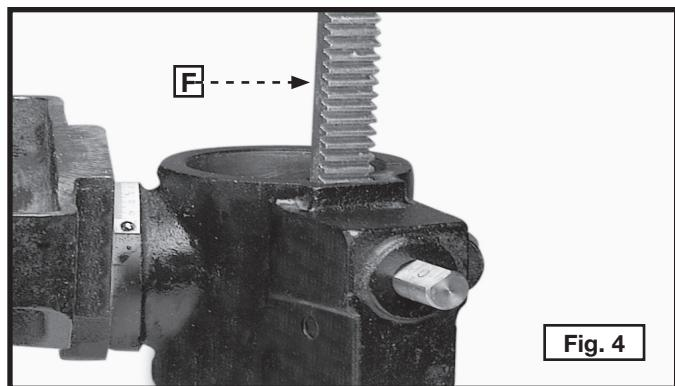

Fig. 4
- Inserte la cremallera de elevación (F) Fig. 4 (quitada en el **PASO 1**) en la ranura de la abrazadera del banco.